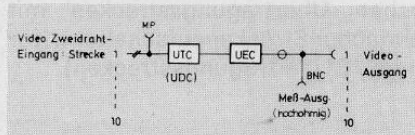

Bild 10 Prinzipschaltung Kabelentzerrer
5.3 19"-Geräteträger LEV 72 (Bild 10)